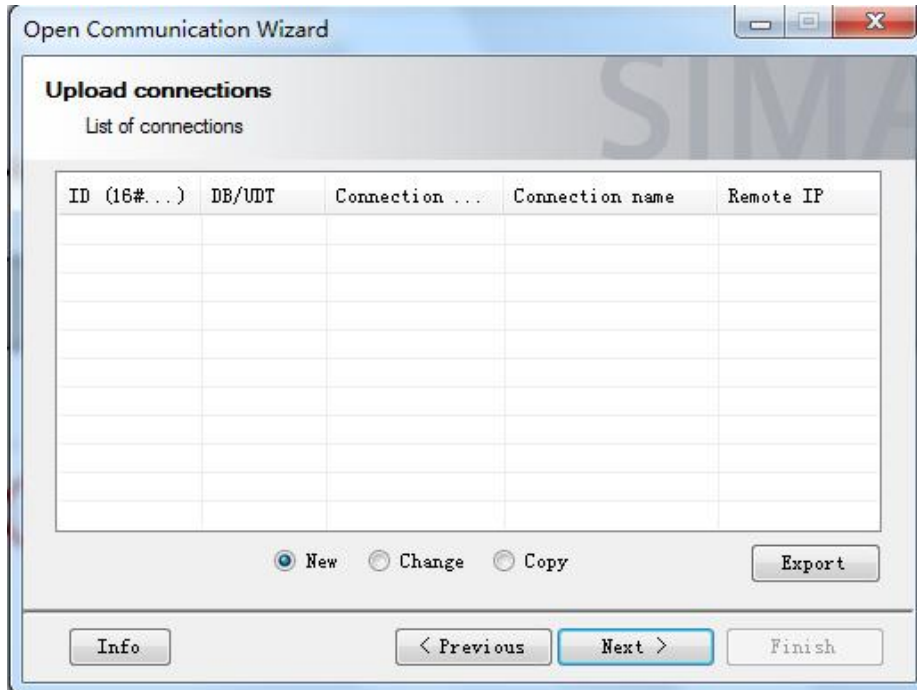

图 3-3 新建连接
3.3 点击 Next，新建连接参数 UDT，如图 3-3 所示。